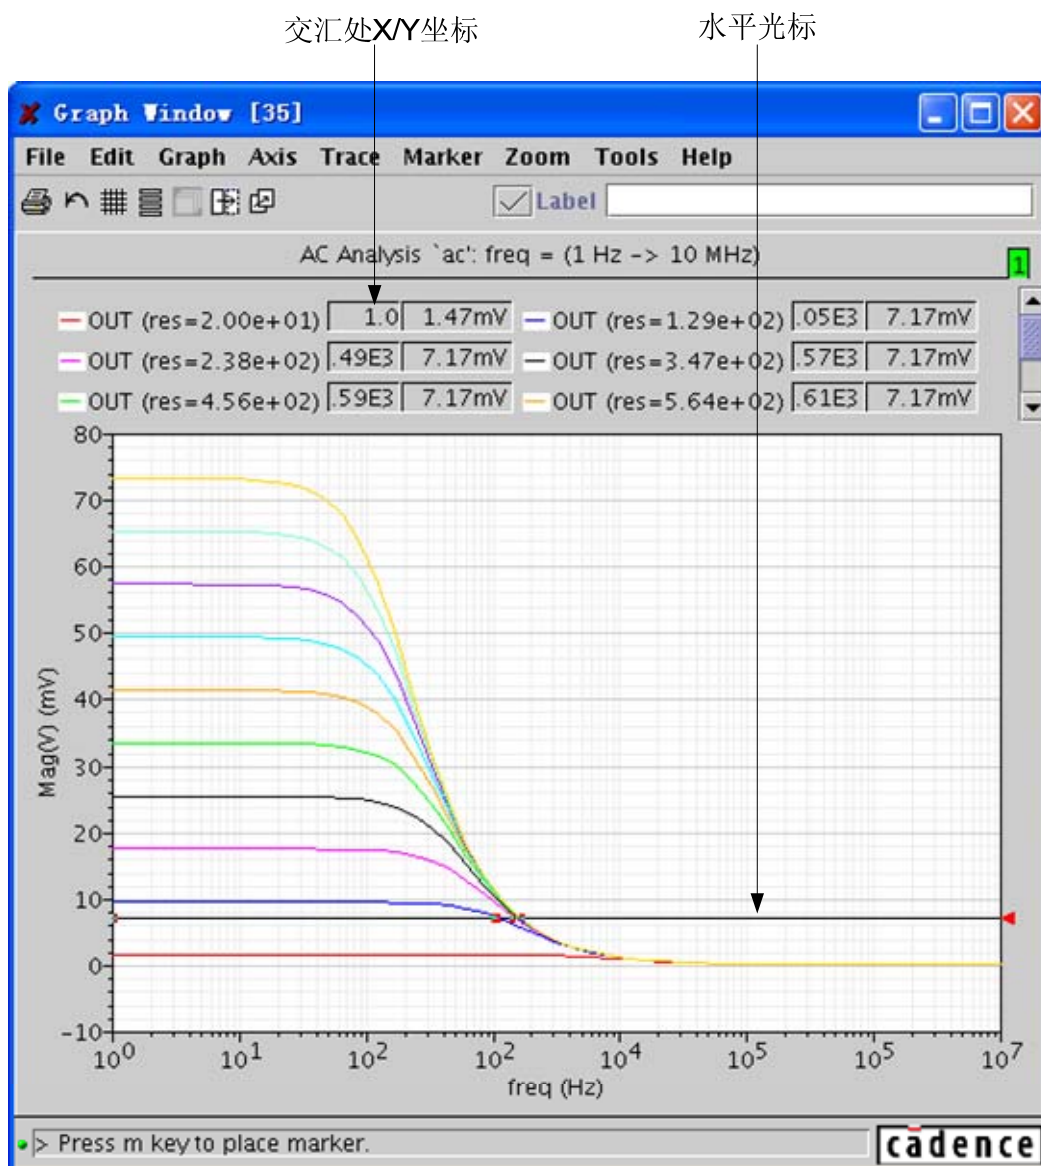

图 12.26 选择 “Trace” → “Horiz Cursor” 开启水平光标
- 选择“Trace”→“Horiz Cursor”，开启水平光标，如图 12.26 所示。